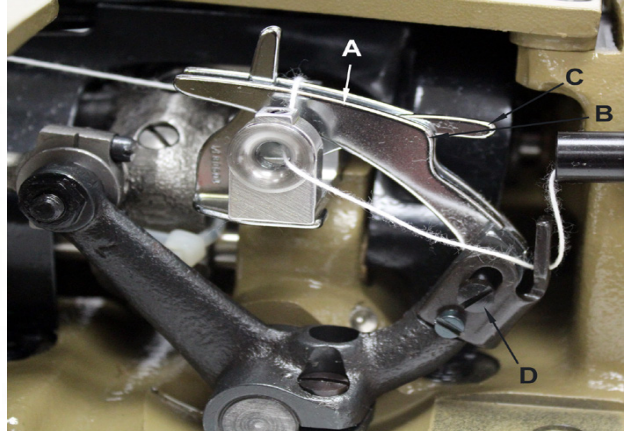

Fig.11
On the two thread double locked stitch styles, the height of the looper thread take-up (A, Fig. 11) is set so, that the cast-off hook (C) forces the looper thread over the corner (B) of the looper thread take-up (A) at the time the point of the descending needle is flush with the lower edge of looper or projects up to 1 mm (.040") below the lower edge of looper.
For setting the looper thread take-up loosen screw (D, Fig. 11) When needle point is positioned above the lower edge of looper, the looper thread take-up (A) has to be raised accordingly. When the needle point is positioned more than 1 mm (.040") below the lower edge of looper, the looper thread take-up (A) has to be lowered accordingly. Retighten screw (D).
Bei den Zweifaden-Doppelkettenstichmaschinen wird die Höhe des Greiferfadenaufnehmers (A, Fig. 11) so eingestellt, daß der Greiferfadenabzugshaken (C) den Greiferfaden zu dem Zeitpunkt über die Ecke (B) am Greiferfadenaufnehmer (A) zieht, wenn die Spitze der sich nach unten bewegenden Nadel mit der Unterkante des Greifers bündig ist oder bis zu 1 mm unterhalb der Greiferunterkante steht.
Zur Einstellung des Greiferaufnehmers lösen Sie die Schraube (D, Fig. 11). Steht die Nadelspitze oberhalb der Greiferunterkante muß der Greiferfadenaufnehmer (A) entsprechend höher gestellt werden. Steht die Nadelspitze mehr als 1 mm unter der Greiferunterkante, muß der Greiferfadenaufnehmer entsprechend tiefer gestellt werden. Ziehen Sie die Schraube (D) wieder an.